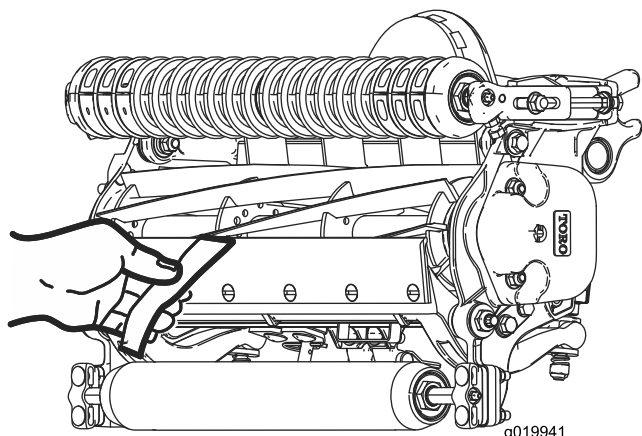

Figura 18
10. Teste o desempenho de corte inserindo uma fita comprida de desempenho de corte (Número de peça Toro 125-5610) entre o cilindro e lâmina de corte, perpendicular à lâmina de corte (Figura 18). **Lentamente** rode o cilindro para a frente; deve cortar o papel.